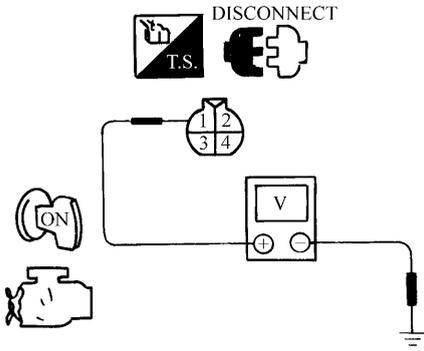

图 4-66 检查电源电路—II
检查电源电路—II 用诊断仪表或电表检查端子①和接地线路之间电压（图 4-66）。正常电压应为约 5V，是否正常	是：进行第 3 步 否：修理线束或插接件